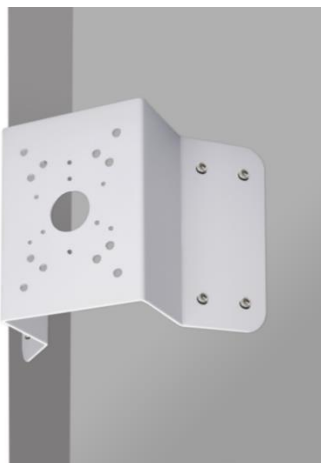

Рисунок 5.10 – Определение точек крепления кронштейна на установочной поверхности
1. Используя угловой кронштейн, отметьте точки крепления на установочной поверхности (Рисунок 5.10) и просверлите 4 отверстия (диаметр 8 мм, глубина не менее 65 мм) в установочной поверхности.